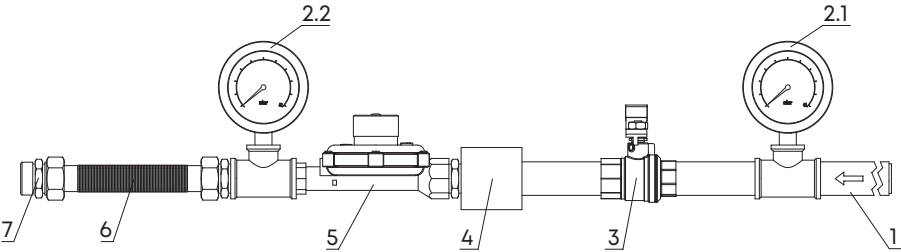
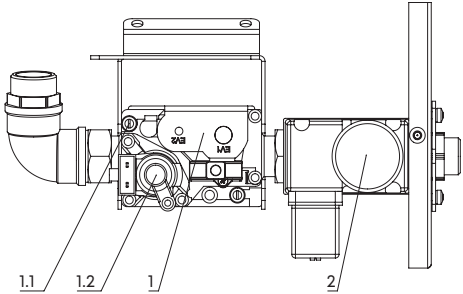

Рис. 4. Подключение теплового вентилятора к газовой трубе
Рис. 5. Узел газовых клапанов
Узел газовых клапанов (1, рис. 5) настроен на максимальное давление подачи газа 60 мбар. Если давление подачи превышает указанное значение, может произойти разрыв предохранительной мембраны клапана с защитной блокировкой клапана.
Перед началом монтажа проверьте, что тип подключаемого газа и его давление соответствуют рабочей настройке аппарата, указанной на этикетке на узле газовых клапанов (1, рис. 5) в соответствии с таблицей 1 данного руководства. При этом требуемое давление газа на входе в аппарат должно обеспечиваться во время работы горелки.
- открыть отсечной кран газа (3, рис.4) и проверить герметичность патрубков в соединении с теплогенератором.
Аппарат может работать по одной из категорий, приведенных в таблице 1, то есть работать на природном газе G20 (метан) или сжиженном газе G31 (пропан) в зависимости от его настройки. Рабочая категория (заводская настройка) указана на маркировочной табличке аппарата и на этикетке на узле газовых клапанов (1, рис. 5). Для перехода к другой категории, то есть другому типу газа, необходимо выполнить операции, перечисленные в разделе «Настройка на другой тип газа». При первом включении аппарата необходимо выполнить следующие операции:
- определить категорию аппарата по этикетке на узле газовых клапанов (1, рис. 5);
- подключить аппарат к газу, тип и давление которого соответствуют категории аппарата (указаны на этикетке на узле газовых клапанов (1, рис. 5) и в таблице 1).
- настроить реле газа (2, рис. 5) на давление, указанное для категории в таблице 1;
- ослабить винт на штуцере (1.1, рис. 5) на узле газовых клапанов (1, рис. 5), подключить к нему манометр;
- определить давление газа на входе в аппарат по манометру (2.2, рис. 4). Оно должно соответствовать давлению, указанному на этикетке на узле газовых клапанов (1, рис. 5) в соответствии с таблицей 1. При необходимости скорректируйте входное давление регулятором давления (5, рис. 4);
- определить давление газа на горелку по манометру, подключенному к выходному штуцеру (1.1, рис. 5). Оно должно соответствовать давлению, указанному на этикетке на узле газовых клапанов (1, рис. 5) в соответствии с таблицей 1. При необходимости настройте давление поворотом регулятора давления (1.2, рис. 5) на узле газовых клапанов (1, рис. 5). Для этого снимите колпачок регулятора и отверткой поверните винт по часовой стрелке для увеличения давления или против для уменьшения.
- настроить регулятор давления узла газовых клапанов (1.2, рис. 5) на давление горелки, указанное для категории в таблице 1, для этого:
- ослабить винт на штуцере (1.1, рис. 5) на узле газовых клапанов (1, рис. 5) и подключить к нему манометр;
- определить давление газа на горелку по манометру, подключенному к выходному штуцеру (1.1, рис. 5). Оно должно соответствовать давлению, указанному в таблице 1 для настраиваемой категории. Настройте давление поворотом регулятора давления на узле газовых клапанов (1.2, рис. 5). Для этого снимите колпачок регулятора и отверткой поверните винт по часовой стрелке для увеличения давления или против для уменьшения;